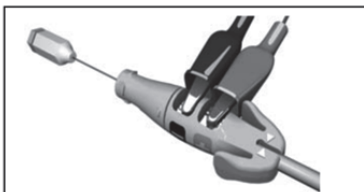

図7: PSAのケーブルのコネクタツールへの接続
- (1) リードの電気的特性の確認は、PSAを用いて、リードを「自動植込み型除細動器」、「デュアルチャンバ自動植込み型除細動器」、「除細動機能付植込み型両心室ペーシングパルスジェネレータ」(本品に含まれない。以下、「植込み型除細動器」という。)に接続する前に行う。
- (2) リードをPSAに接続する。PSAのケーブルのワニ口クリップをコネクタツールのスプリング接点(-)とスプリング接点(+))にしっかりと接続する(図7)。コネクタツールの使用により、ワニ口クリップによるターミナル部の損傷、及びターミナル接続部の橋絡を防止することができる。